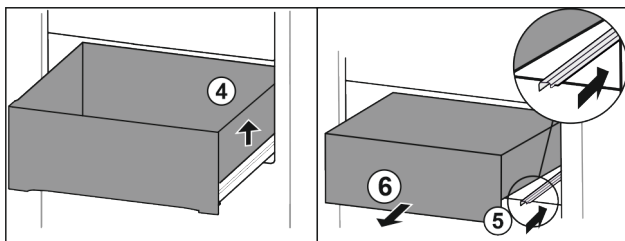

Fig. 91
- Schubfach rechts anheben. *Fig. 91 (4)*
- Rechte Schiene einschieben. *Fig. 91 (5)*
- Schubfach nach vorne entnehmen. *Fig. 91 (6)*